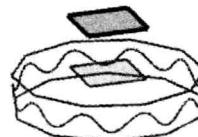
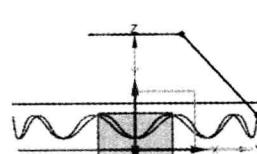

图 1.2.4 基准平面 1
图 1.2.6 草图 2
Step5. 创建图 1.2.4 所示的基准平面 1。选择下拉菜单 **插入(S) → 基准/点(D) →**
Step7. 创建图 1.2.6 所示的草图 2。选择下拉菜单 **插入(S) → 在任务环境中绘制草图(W)…**
扫掠(E)…命令，在绘图区选取图 1.2.6 所示的草图 2 为扫掠的截面曲线串，选取图 1.2.4